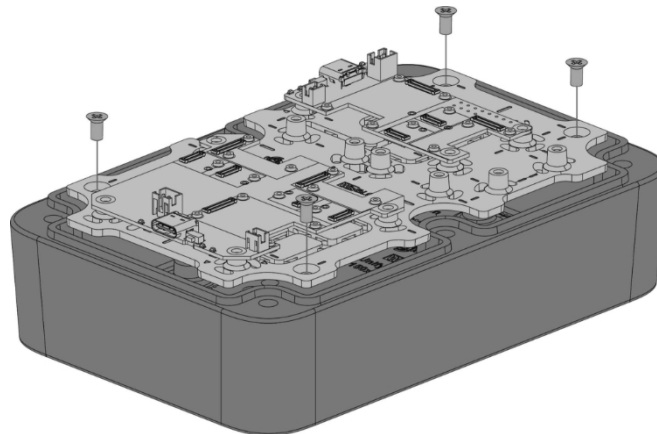

Abbildung 10: Installation der internen Montageplatte am Gehäuse
Befestigen Sie anschließend die WisBlock-Innenmontageplatte mit vier (4) M3*4-mm-Senkkopfschrauben an der Unterseite des Gehäuses, wie in Abbildung 10 dargestellt.